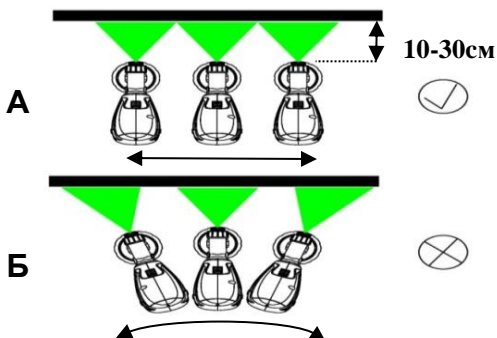

Рис. 4
- Равномерное ведение краскораспылителя обеспечивает одинаковое качество поверхности (См. Рис. 4 А).
- Неравномерное расстояние и угол распыления ведут к сильному образованию тумана и в результате к неравномерной покраске поверхности (См. Рис. 4 Б).